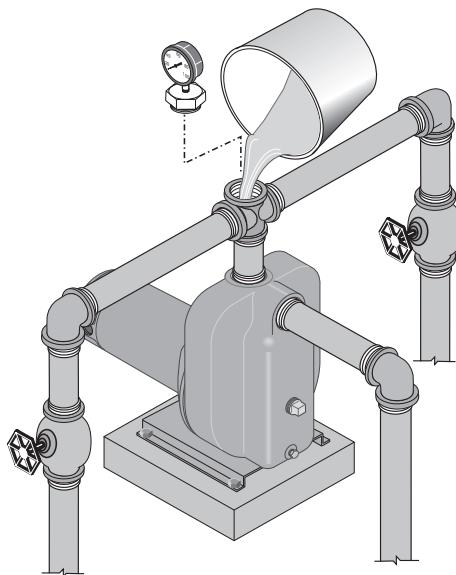

FIGURE 9 – RETIRER LE BOUCHON D'AMORÇAGE ET REMPLIR LA POMPE AVANT DE LA METTRE EN MARCHE
2. Retirez le bouchon d'amorçage. Remplissez la pompe et le tuyau d'aspiration d'eau (figure 9). NE FAITES JAMAIS fonctionner la pompe à sec. Le fonctionnement à sec de la pompe endommagera les joints et peut faire fondre l'impulseur et le diffuseur. Assurez-vous que les orifices d'évacuation (soupape, poignée pistolet d'arrosage, etc.) sont ouverts lorsque la pompe fonctionne.